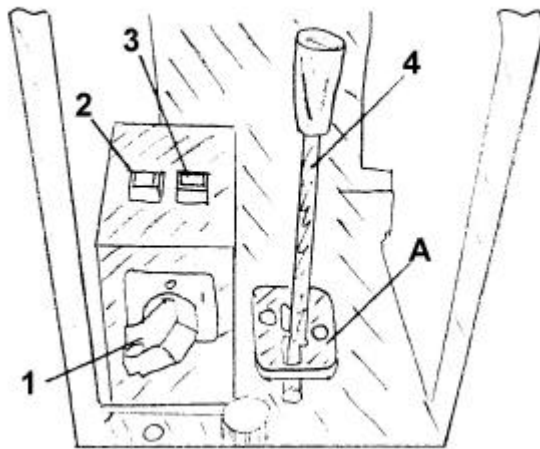
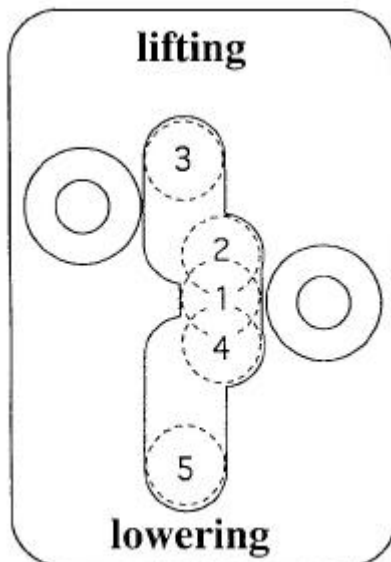

fig. 1 Bedieningseenheid
fig 2: de positie van de hendel
De bedieningsorganen van de hefbrug zijn in afbeelding 1 afgebeeld.
- Zet de hendel in de stand “heffen” (zie fig.1) en observeer de positie van de hendel.
- Duw de hendel in positie “dalen” (zie. fig.2; pos. 5) totdat de pallen ontgrendeld zijn. Duw dan de hendel in positie (5). De hefbrug zakt.
- Is de hefbrug in de pallen; eerst: duw de hendel in positie (2); dan: in positie (3) tot ze ontgrendeld is en dan daal de hefbrug zoals beschrijven in de handleiding.
- Druk de knop “zakken in veiligheid” (zie fig.1, pos. 3 op de bedieningsunit) en blijf drukken. Dan duw zachtjes op de hendelinn positie (5) (zie fig. 2)
Indien ze slap hangen, gebruik de overbruggingschakelaar (zie fig.1) en de hendel in positie “heffen”